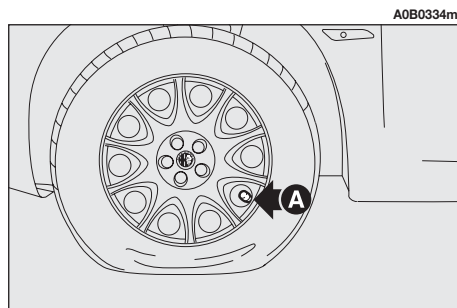

fig. 13
**1)** Placer la roue avec la valve (**A-fig. 13**) tournée comme la description sur la figure, **puis serrer le frein à main**.